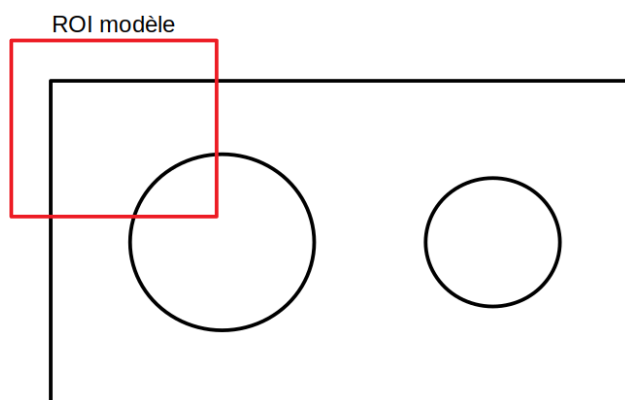

FIGURE 3.5 – Région modèle pour le recalage.
- **Région du modèle** qui doit ressembler à l'exemple de la figure 3.5,